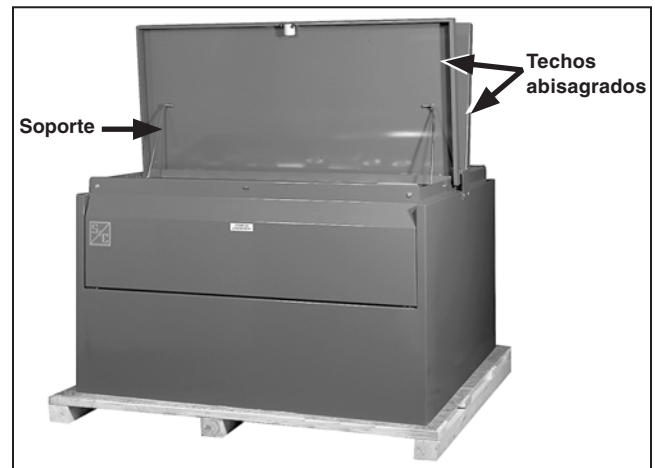

Figura 9. Abra el gabinete y asegure el techo con los soportes.
PASO 2. Levante los techos abisagrados hacia arriba y asegúralos con los soportes. Ver Figura 9.